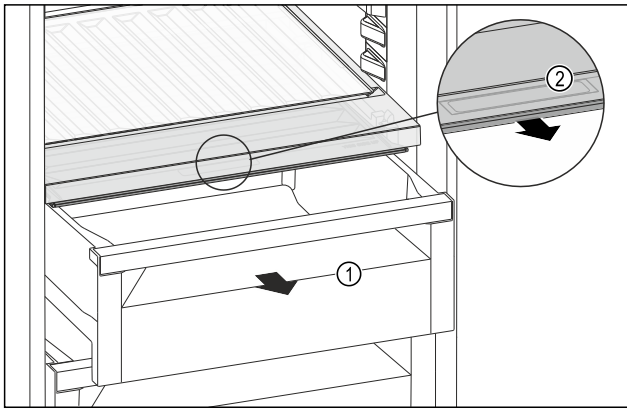

Fig. 174
- Schubfach Fig. 174 (1) herausziehen.
- Griffmulde Fig. 174 (2) am Fachdeckel anfassen und Fachdeckel gleichzeitig nach vorne ziehen.